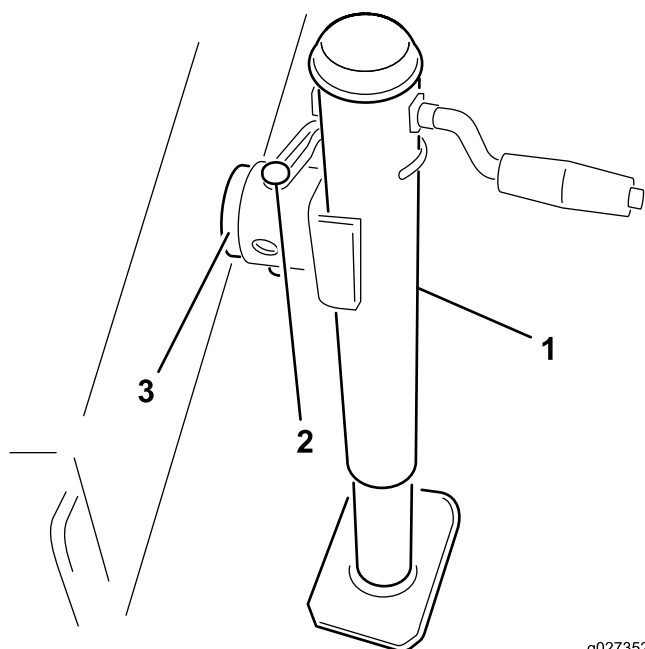

Рисунок 2
2. Установите домкрат на штифт рамы и закрепите штифтом (Рисунок 2).